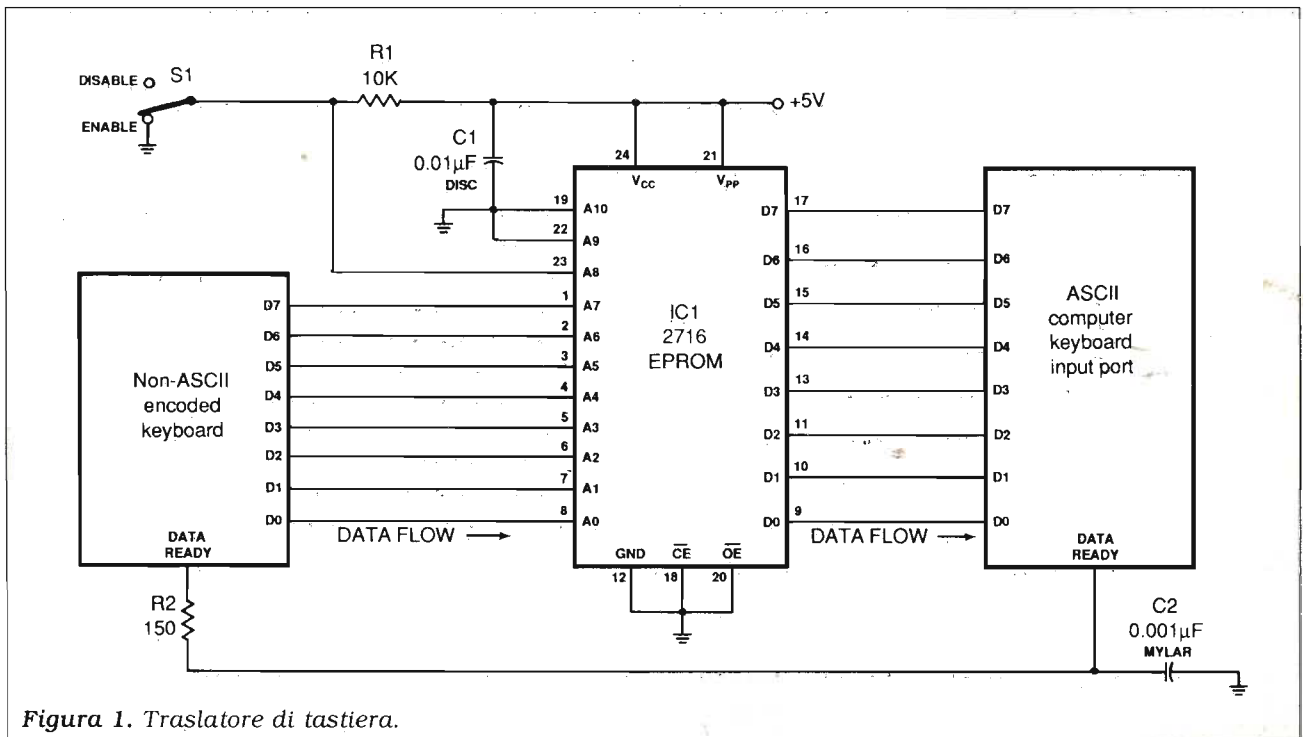

Figura 1. Traslatore di tastiera.
**Tabella 1.** Programmazione della EPROM per il circuito di figura 1 (dati parziali; vedi testo). Le linee A8, A9 e A10 sono collegate a massa (livello logico basso).
In figura 1 la EPROM 2716 viene usata come interfaccia tra una tastiera con codifica non standard e un calcolatore che ri-